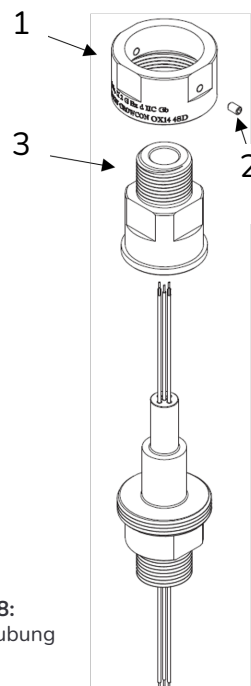

Abbildung 18:
1. Nehmen Sie vorsichtig den äußeren Teil 1 der Doppelverschraubung ab (siehe Abbildung 18).